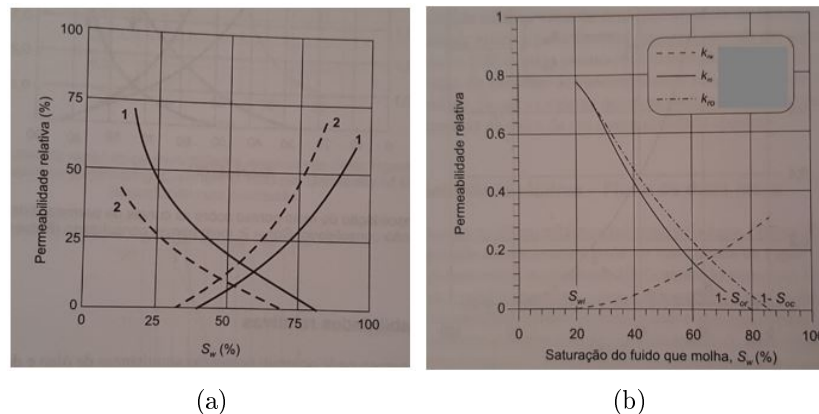

Figura 6.14: Figuras identificação da molhabilidade preferencial e dos processos de embebição e drenagem.
5. Através dos gráficos apresentados na figura 6.14: